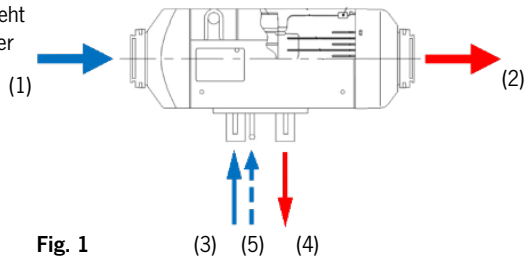
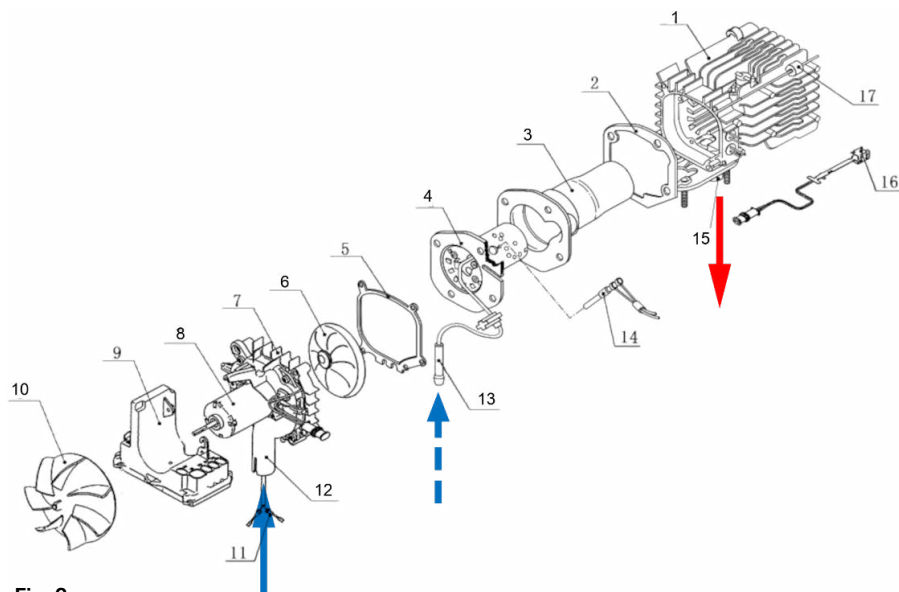
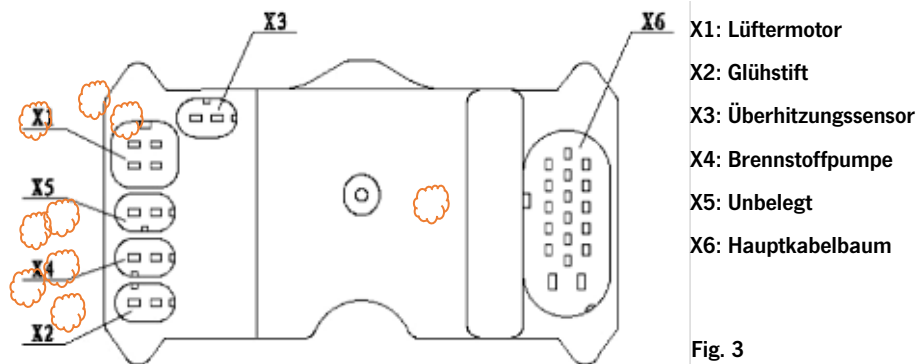

Fig. 1
Fig. 2
Fig. 3
Das System besteht aus einem Brenner [Seite 12 Fig. 2 (4)] und einer Brennkammer [Seite 12 Fig. 2 (3)] die sich innerhalb eines Wärmetauschers befinden [Seite 12 Fig. 2 (1)].
[Fig. 1 (1)] [Seite 12 Fig. 2 (10)]. Nach Passieren des Wärmetauschers wird erwärmte Luft ausgeblasen [Fig. 1 (2)].
Für den Verbrennungsprozeß sind Diesel als Brennstoff sowie Sauerstoff notwendig. Der Brennstoff wird über einen Einlaßstutzen zum Brenner geleitet [Fig. 1 (5)] [Seite 12 Fig. 2 (13)], um dort nach der Einspritzung mit Hilfe eines Glühstiftes entzündet zu werden [Seite 12 Fig. 2 (14)]. Die entstehende Flamme gelangt am Ende des Brenners in den Raum zwischen Brenner [Seite 12 Fig. 2 (4)] und Brennkammerwand [Seite 12 Fig. 2 (3)]. Über deren Kontakt zum Wärmetauscher [Seite 12 Fig. 2 (1)] wird dieser erhitzt.
Die Versorgung von Sauerstoff für die Verbrennung erfolgt über einen Zuluftstutzen [Fig. 1 (3)] [Seite 12 Fig. 2 (12)]. Der innere Impeller [Seite 12 Fig. 2 (6/8)] saugt die Luft an und drückt sie in den Brenner. Nach erfolgter Verbrennung werden die Abgase über den Abgasstutzen [Fig. 1 (4)] [Seite 12 Fig. 2 (15)] abgeführt.
Die Steuereinheit [Seite 12 Fig. 2 (9)] befindet sich im vorderen Teil des Heizgerätes hinter dem Impeller für die Heizluftzufuhr. Ihre Hauptaufgabe besteht darin alle Systemdaten zu sammeln (Daten von: Temperatursensoren, Antriebsdaten, Impulse, Drehzahlen, Spannungen usw.). Auf Basis dieser Daten regelt die Steuerung den Heizprozeß, die Anlagenüberwachung und den Umgang mit Anlagenstörungen.
Der Überhitzungssensor [Seite 13 Fig.3-(X3)] befindet sich am hinteren äußeren Ende des Wärmetauschers [Seite 12 Fig.2-(16)]. Sofern die Temperatur des Aluminiumkörpers eine im System definierte Grenze überschreitet, wird die Brennstoffpumpe durch die Steuereinheit abgeschaltet und die Brennstoffzufuhr sofort gestoppt. Daraufhin wird das Heizgerät zum Schutz vor Überhitzung abgeschaltet. Der Lüfter läuft solange weiter, bis eine im System hinterlegte Temperatur unterschritten wird.